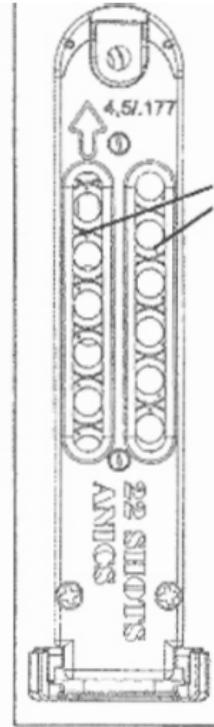

Рис.7.
Никогда не держите Ваш палец на спусковом крючке пока Вы полностью не будете готовы стрелять. Относитесь к оружию как всегда заряженному. Извлеките магазин из пистолета путем нажатия на кнопку магазина. (Рис. 7). Если при этом вы передернули коробку-затвор, то поставьте курок на предохранительный взвод поворотом рычага и предохранителя в крайнее верхнее положение до упора в корпус пистолета, затем отпустите для возврата предохранителя в положение "ВКЛ.". При этом предохранителя окажется в положении "ВКЛ.", курок встанет на предохранительный взвод (Рис.5).
- Для снаряжения магазина пулями извлеките его из пистолета нажав на кнопку защелки магазина (Рис.7).